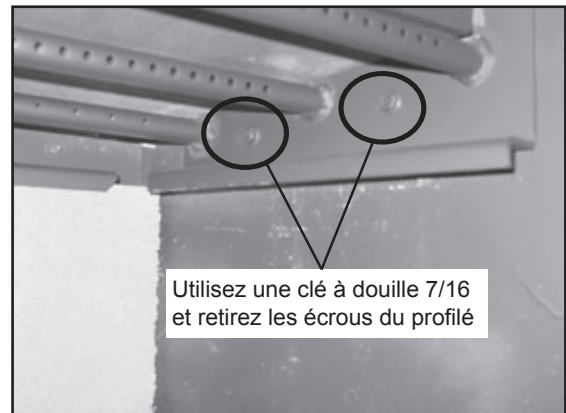

Figure 28.3
4. Glissez l'assemblage du canal de tube vers la gauche, jusqu'à ce qu'il soit à l'extérieur des fils. Laissez tomber le côté droit, puis glissez l'assemblage vers la droite. Figure 28.3.